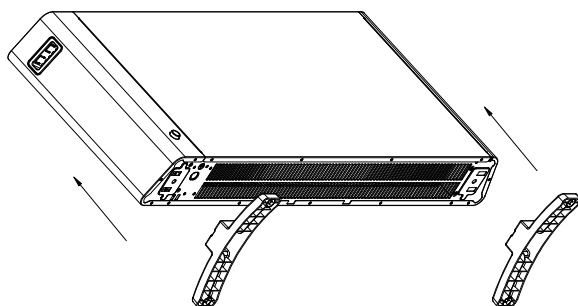

Fig.2
2. Fastgør de to fodfødder opad.(Fig. 2)